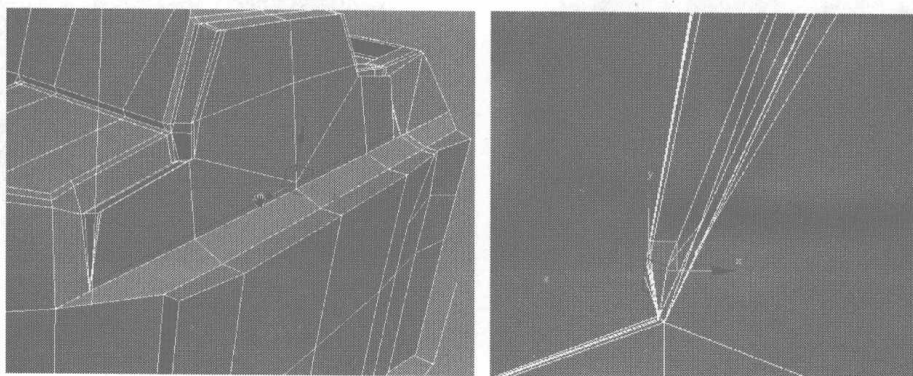
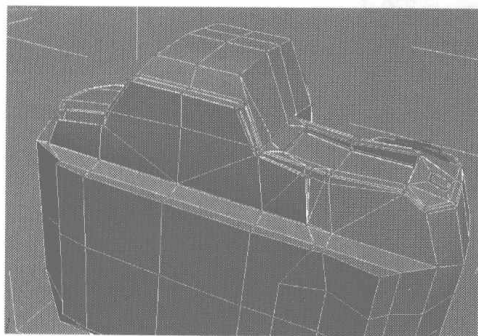
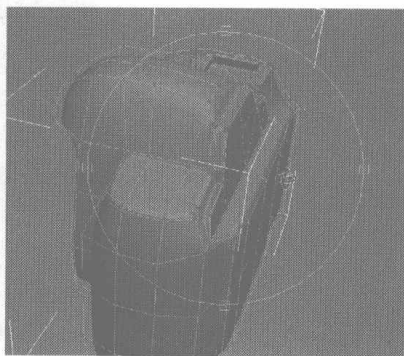

图 6.171
图 6.172
图 6.173
- 11** 选择如图 6.171 所示的边线，在 Left 视图中向下移动、调整，如图 6.172 所示，然后再继续调整其他部分的节点、边线，直到满意为止，如图 6.173 所示。